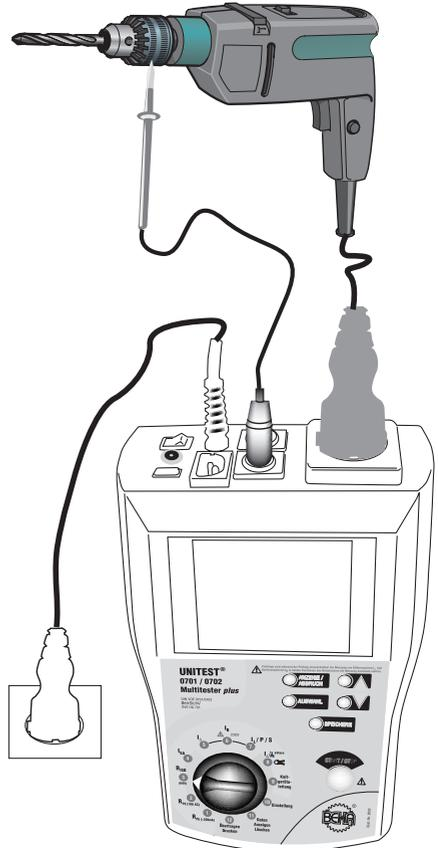

Bild 6.5: Messung des Isolationswiderstandes bei Geräten der Schutzklasse II
-  Bei Geräten der Schutzklasse II oder III verbinden Sie zusätzlich die Messleitung der Buchse 'Sonde' (3) mit den berührbaren leitfähigen Gehäuseteilen des Prüflings, siehe Bild 6.5.
- ▶ Drücken Sie die Taste "START/STOP" (9). Die Messung wird gestartet, das Symbol "AKTIV" (26) erscheint im Display.
- ▶ Lesen Sie den Messwert von der LC-Anzeige (5) ab. Die Symbole 'OK' (32) oder '⚠' (33) zeigen eine Einhaltung bzw. Überschreitung des eingestellten Grenzwertes an.
- ▶ Bei eingestellter Dauermessung beenden Sie die Messung durch erneutes Drücken der Taste "START/STOP" (9).
-  Das angezeigte Messergebnis kann nach Abschluss der Messung durch Drücken der Taste SPEICHERN (8) abgespeichert werden. Hinweise zum Speichern von Messwerten siehe Abschnitt 7.1 und 7.2.
-  Bei Prüfungen von Geräten der Schutzklasse I darf keine Messleitung an die Buchse "Sonde" (3) angeschlossen sein, weil die Prüfspannung bei dieser Messung zwischen L/N der Prüf-/Netzsteckdose und der Buchse "Sonde" (3) angelegt wird. Ein Isolationsfehler zwischen dem Netzanschluss (L/N) und dem Schutzleiteranschluss (PE) des Prüflings kann evtl. hier nicht erkannt werden.
-  Wird die Messleitung versehentlich an die Buchse "Sonde PE AUX" (2) angeschlossen, so blinkt das Symbol "Sonde" (21). Eine Messung lässt sich nicht starten.